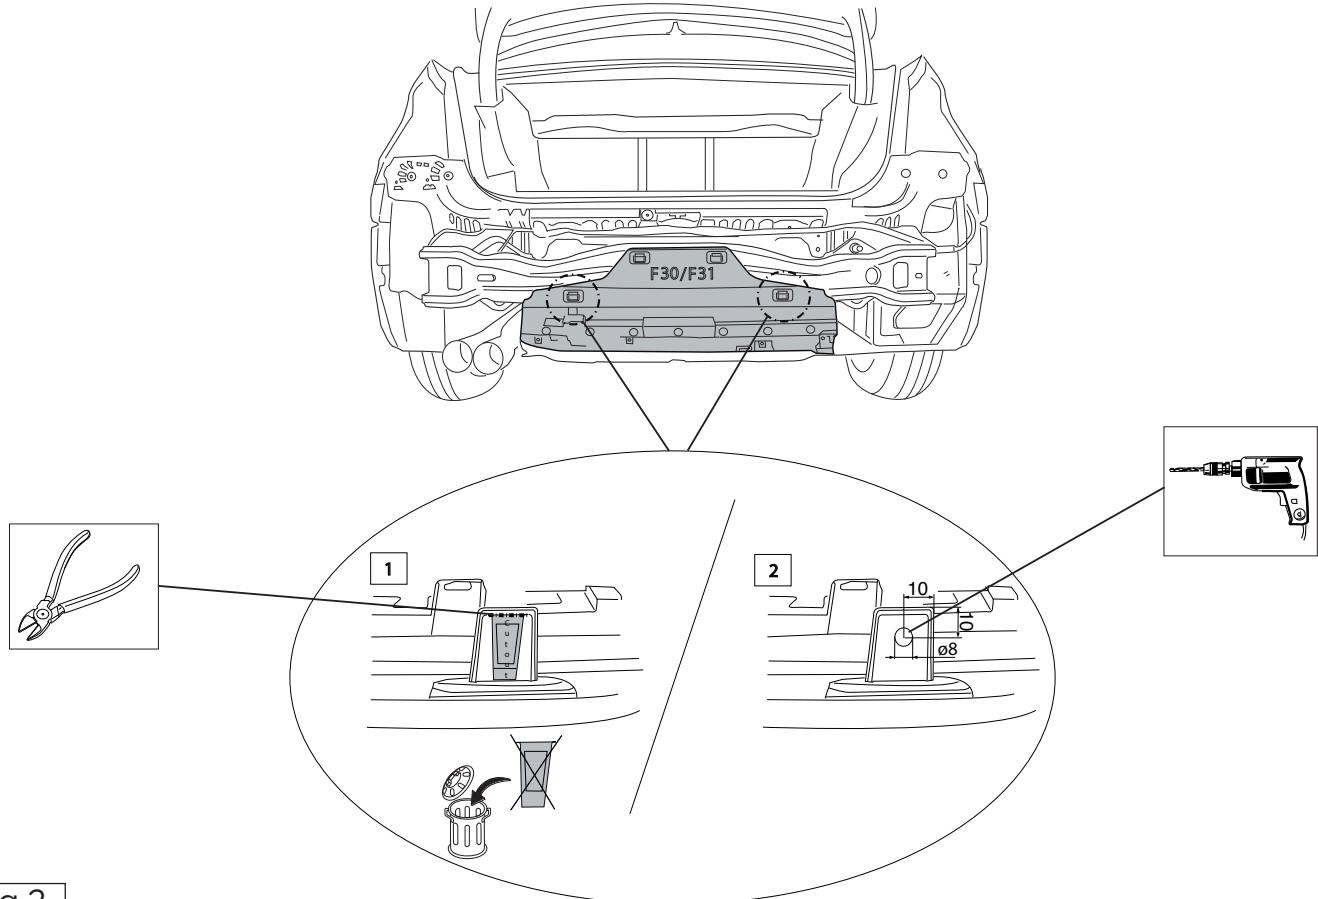

Fig.2
4. Просверлить в буферном брусе отверстия В Ø 8 мм, см. рис. 2.